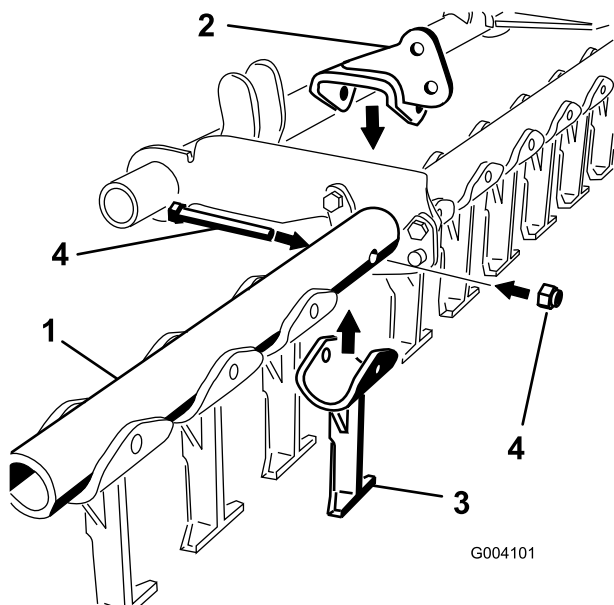

図 10
**注** ツールバーにブラケットが取り付けられていない場合はここで取り付けます; 図 10 に示すように、左側から4番目の歯のところに取り付け、ボルトとナットでしっかりと取り付け、ブラケットと歯を一体化させてください。スプリング・タイン・ツールバーを取り付ける場合には、スプリング・タイン・ツールバーに付属している取り付け要領書に従ってブラケットの取り付けを行ってください。